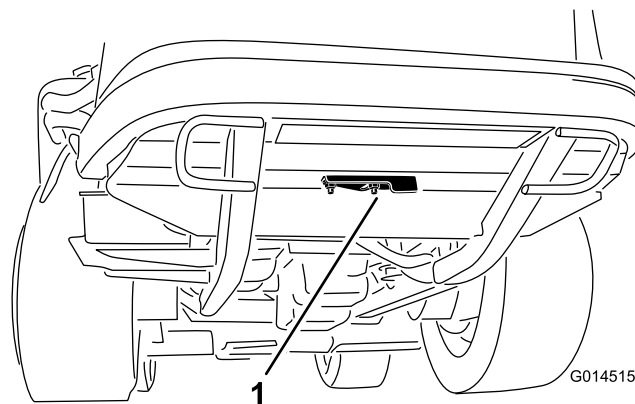

Figura 46
2. Desaperte a porca flangeada que prende a cobertura de limpeza à parte inferior da estrutura traseira (Figura 46). Rode a cobertura para o lado para expor o furo de limpeza no chassis.